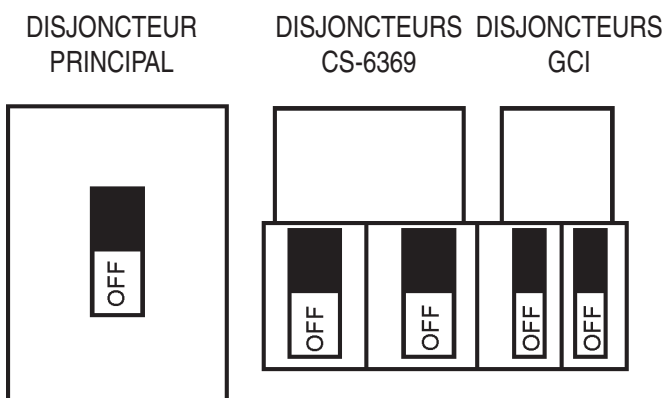

Figure 38. Disjoncteurs principal, auxiliaire et GFCI (OFF)
1. Placez les disjoncteurs **GFCl**, **principal ou** auxiliaire (Figure 38) en position **OFF** (arrêt).
1. Placez les disjoncteurs **GFCI, principal ou** auxiliaire (Figure 38) en position **OFF** (arrêt).